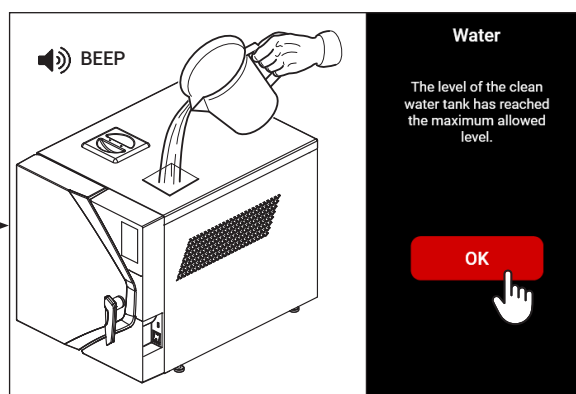

fig.14
- Fjern tankdækslet, og fyld tanken til demineraliseret vand op til det maksimale niveau. Når tanken er fuld, signalerer enheden det med en besked på displayet og et akustisk signal (fig. 14).